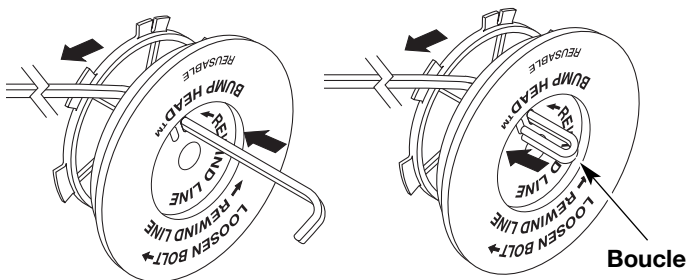

Fig. 41
- Découpez environ 2,5 m (8 pi) de fil neuf. Insérez une extrémité de fil dans l'un des deux trous du moulinet intérieur (Fig. 41 ou 42). Tirez le fil jusqu'à ne laisser que 10 cm (4 po) environ.
- Insérez l'extrémité du fil dans le trou ouvert du moulinet et tirez sur le fil pour que la boucle soit le plus petit possible (Fig. 41 ou 42).